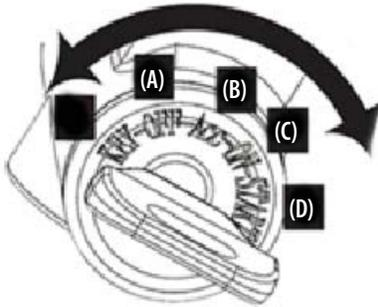

Figure 4-3
3. Insérez la clé dans le commutateur d'allumage et tournez-la à la position de démarrage (START). Relâchez la clé lorsque le moteur démarre. Voir Figure 4-3.